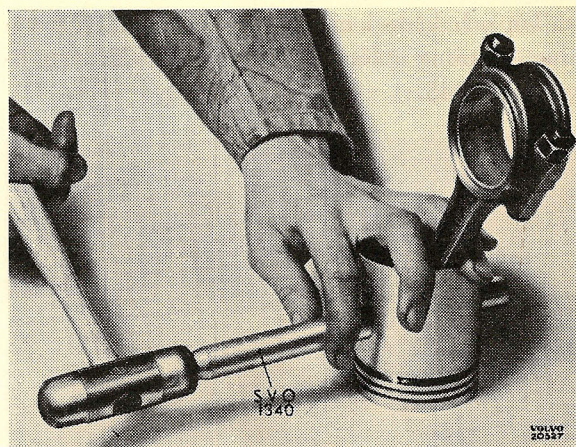

Bild 44.
19. Skilj kolvar och vevstakar åt. Använd dorn SVO 1340 A, bild 44.